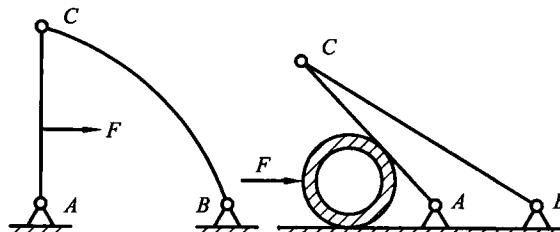

图 2.1
6. 指出图 2.1 中哪些是二力杆? 设各杆自重不计, 各接触处的摩擦不计。